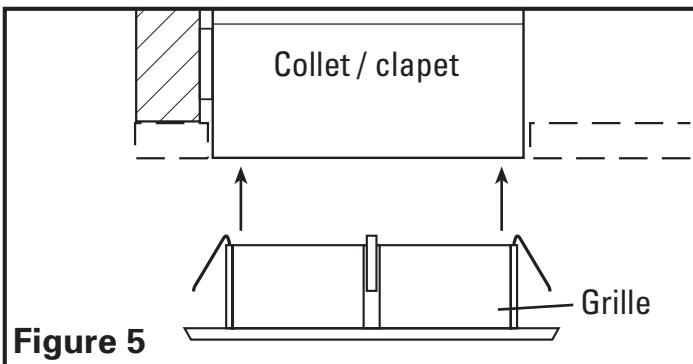

Figure 5
2. Une fois le matériel du mur/plafond en place, installez la grille dans le collet en la poussant fermement vers le collet jusqu'à ce qu'elle soit à effleurement du matériau du mur/plafond (**Figure 5**).
3. Installez la grille dans le collet en la poussant fermement vers le collet jusqu'à ce qu'elle soit à effleurement du matériau du mur / plafond (**Figure 5**).